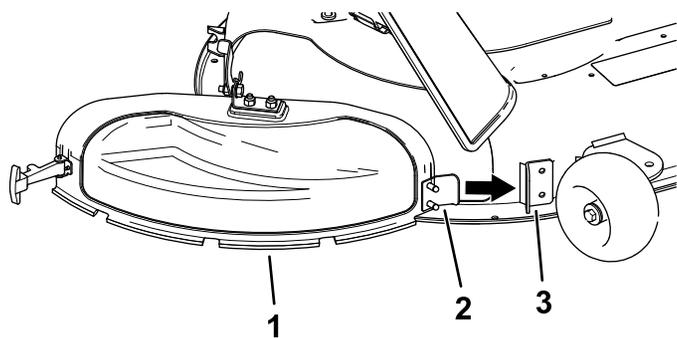

Figura 14
3. Inclinate la linguetta metallica presente sul coperchio dello scarico per inserirla nella fessura nella staffa saldata sul piatto di taglio (**Figura 14**).